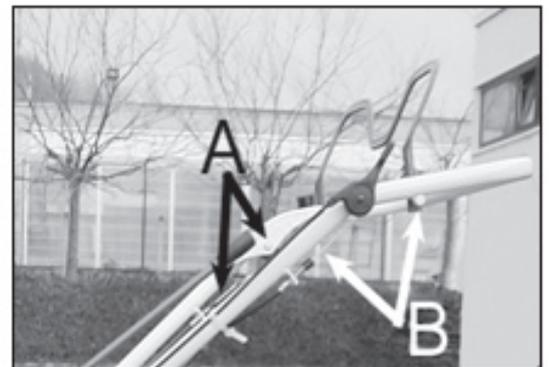

Bild 19
- Bowdenzüge und Achse des Kupplungsbügels A&B (Bild 19)